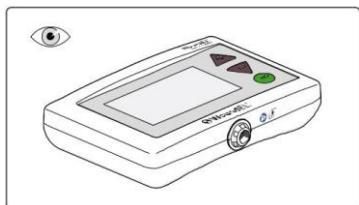

Figura 33. Controllate l'apparecchio in ogni punto.
1. Verificate il dispositivo WoundEL® in ogni punto e le porte di connessione per scorgere i segni visibili di sporcizia (v. Figura 33).